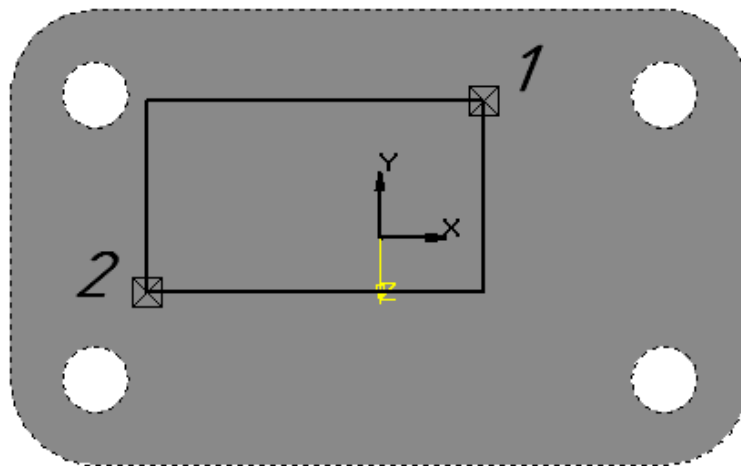

Рис. 5.51
**Эскиз 2.** Изобразим прямоугольник, так чтобы начало координат оказалось внутри него (рис. 5.51).